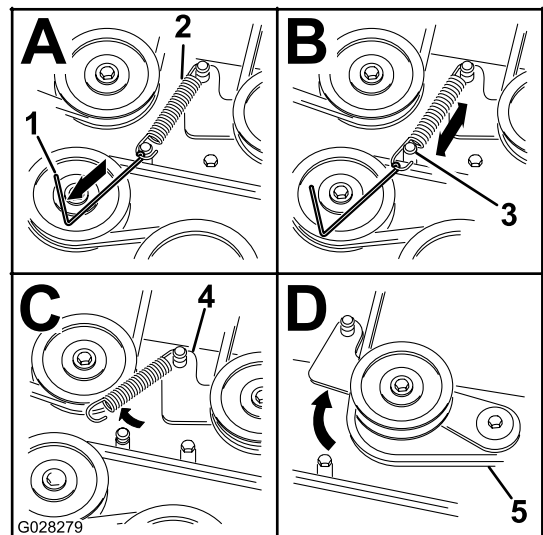

Figura 63
5. Alivie la tensión del muelle de la polea tensora; consulte la Figura 63.
Nota: Utilice la herramienta para la retirada de muelles (Pieza Toro N° 92-5771) para retirar el muelle del anclaje de la carcasa de corte (Figura 63).